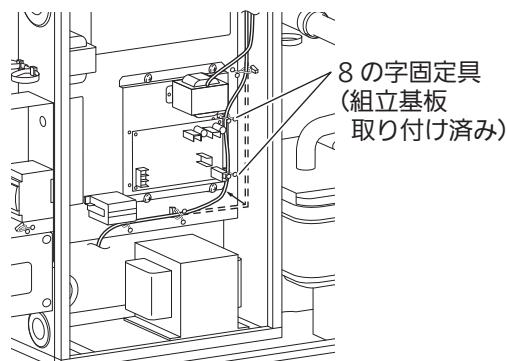

図 5
- ③ ①で仮止めしたネジ(2 カ所)を本締めしてください。
- ④ 組立基板の右側を通る配線が基板に接触しないように組立基板右側についている 8 の字固定具の中を通し、固定してください。(図 5)